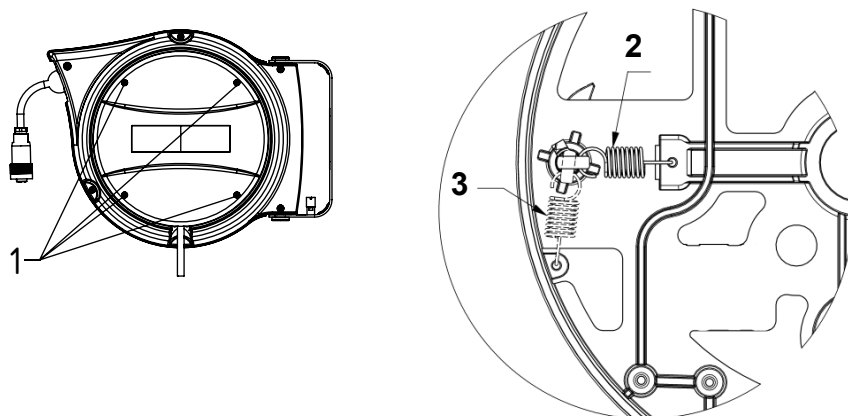

Abb. 5:
- Durch Lösen der vier Schrauben (1) wird der Seitendeckel entfernt (siehe Abb. 5).